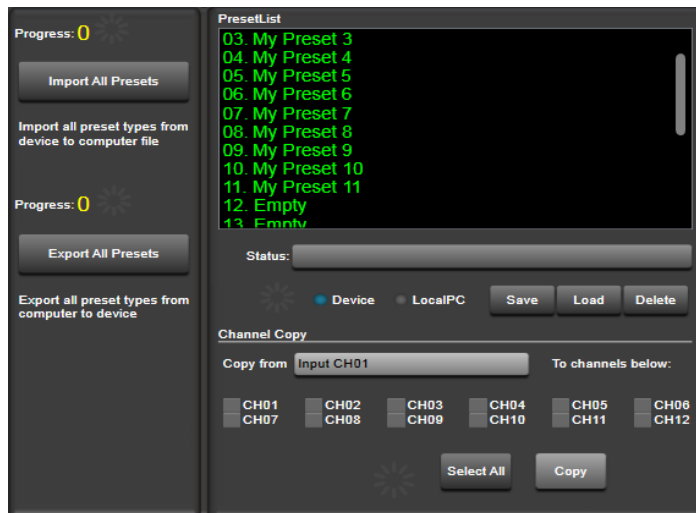

Abb. 27 Ansicht „Save/Load/Copy“
7.12 Ansicht „Save/Load/Copy“ (Abb. 27)
- Der Name des gewählten Ein- oder Ausgangs steht im Feld „Copy from“  Abb. 27).
- 3) Unter „To channels below:“ ( Abb. 27) alle Kanäle auswählen, die diese Einstellungen übernehmen sollen.